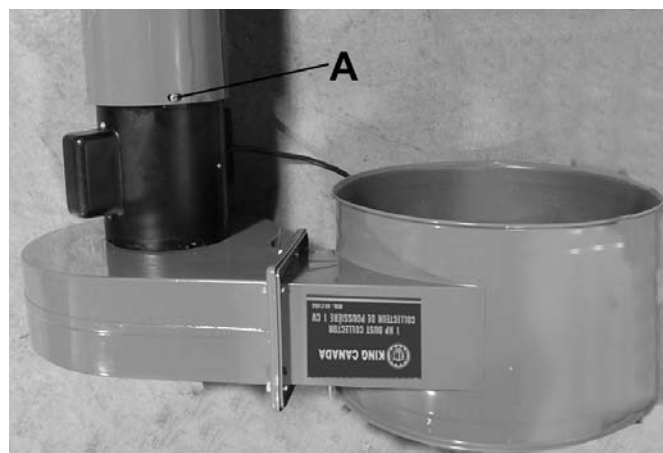

FIGURE 4
3. Retirez les vis à tête bombée et les rondelles du boîtier du moteur (A-Fig.4). Glissez la colonne sur le boîtier du moteur, alignez les trous et fixez celui-ci avec les même vis à tête bombée et les rondelles.